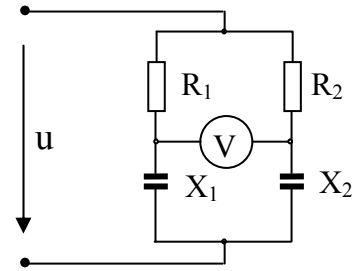

Рис. 2.5.5
2.5.5. Определить токи во всех ветвях схемы (рисунок 2.5.5) при  $U=100$  В,  $R_1=12$  Ом,  $X_1=16$  Ом,  $R_2=7$  Ом,  $X_2=24$  Ом. Построить векторную диаграмму. Определить показание вольтметра  $V$ . Сопротивление вольтметра принять бесконечно большим.